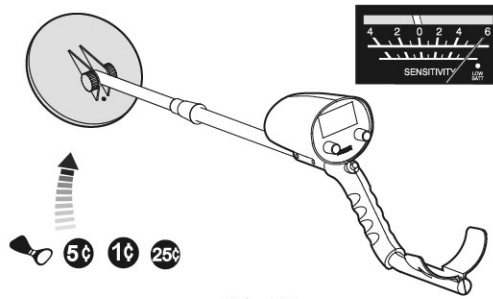

Fig.12
- Før andre, ikke-jernholdige, metaller hen i nærheden af søgehovedet, hvorefter viseren vil bevæge sig mod højre, og lyden tiltage i styrke. (Fig. 12).